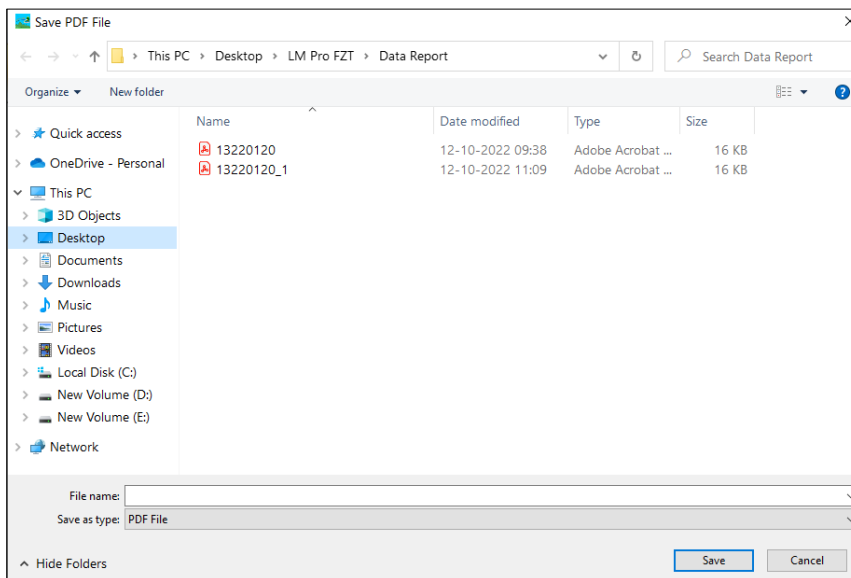

图21 选择保存PDF报告的文件位置
- 然后点击图标生成数据汇总的PDF报告。将出现一个弹出窗口，用于选择要生成的报告的文件路径和文件名，如图21所示。